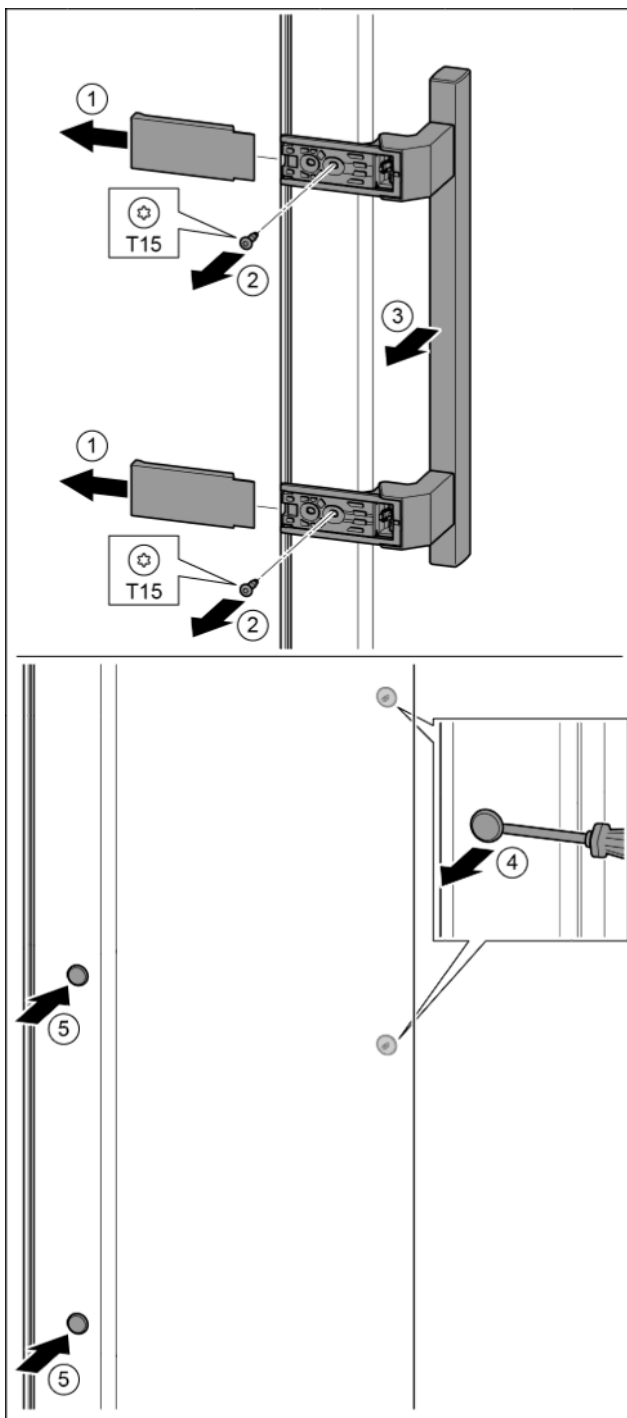

Fig. 14
- ▶ Afdekking eraf trekken. Fig. 14 (1)
- ▶ Schroeven met schroevendraaier T15 eruit draaien. Fig. 14 (2)
- ▶ Greep eraf halen. Fig. 14 (3)
- ▶ Zijdellingse stop voorzichtig met een sleufschroevendraaier optillen en eruit trekken. Fig. 14 (4)
- ▶ Stop op de andere kant weer aanbrengen. Fig. 14 (5)